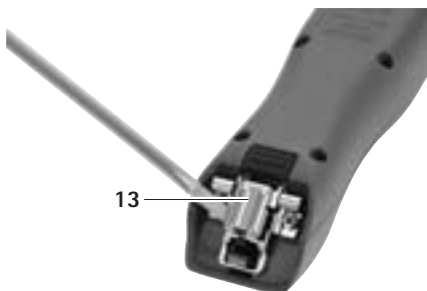

Fig. 1
- La charnière de lame étant fermée: déployer la charnière de lame 13 avec un tournevis, voir Fig. 1.